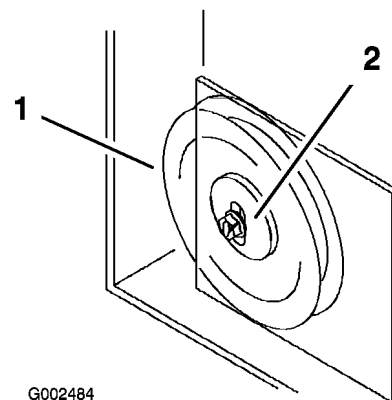

Figura 58
11. Se la piastra intermedia del tosaerba tocca l'estremità dell'intaglio di regolazione ed occorre aumentare la tensione della cinghia, effettuate un piccolo cambiamento al tendicinghia fisso destro per regolare ulteriormente la tensione (Figura 58).